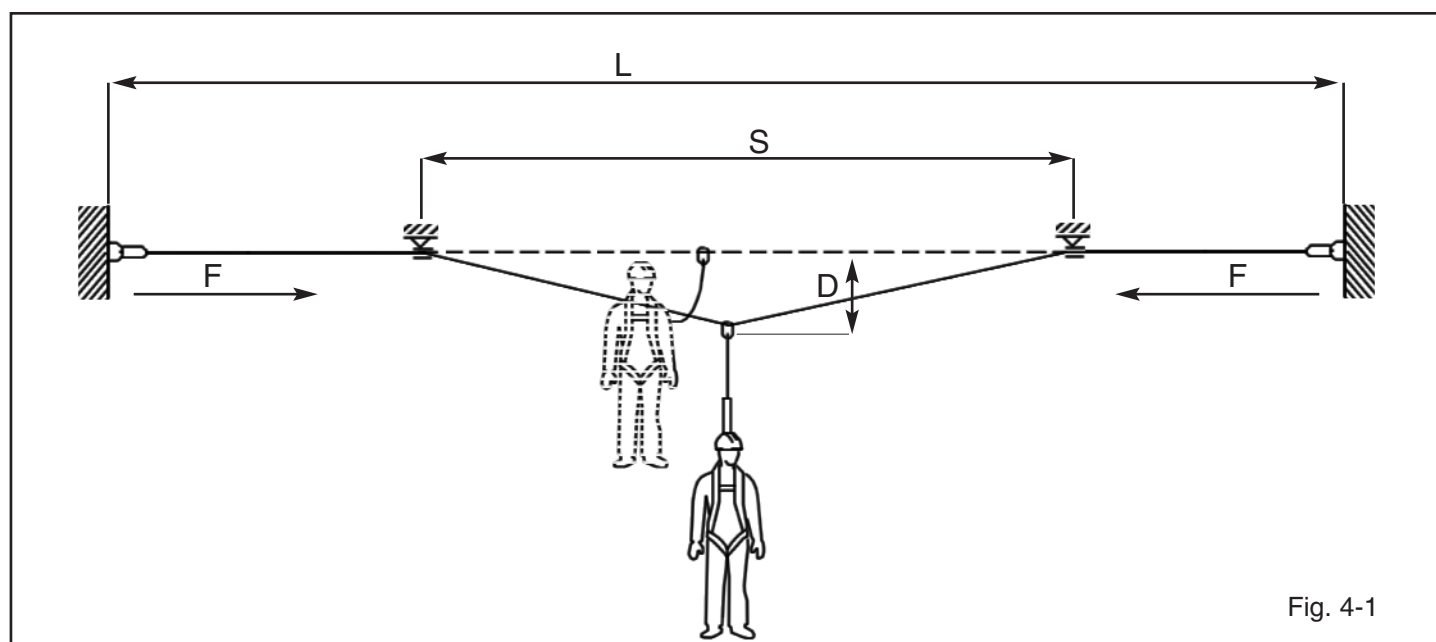

Fig. 4-1
- La lunghezza totale del sistema d'ancoraggio (L) nella fig. 4-1
- La lunghezza della campata tra i due ancoraggi (S)
- La freccia - **D** - della fune d'ancoraggio orizzontale come definita nella fig. 4-1 e quantificata nei diagrammi di pag. 7 e 8